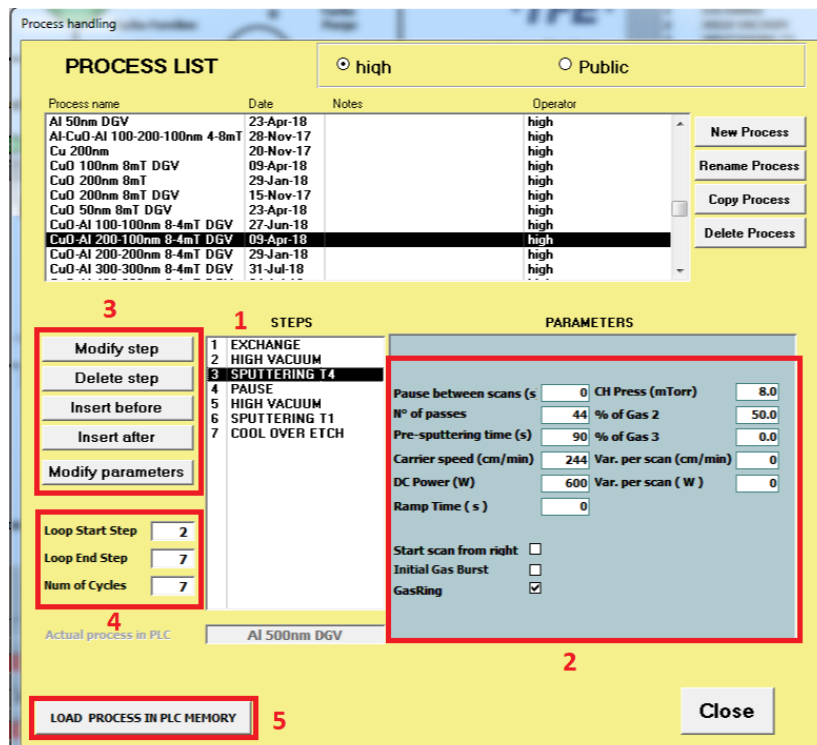
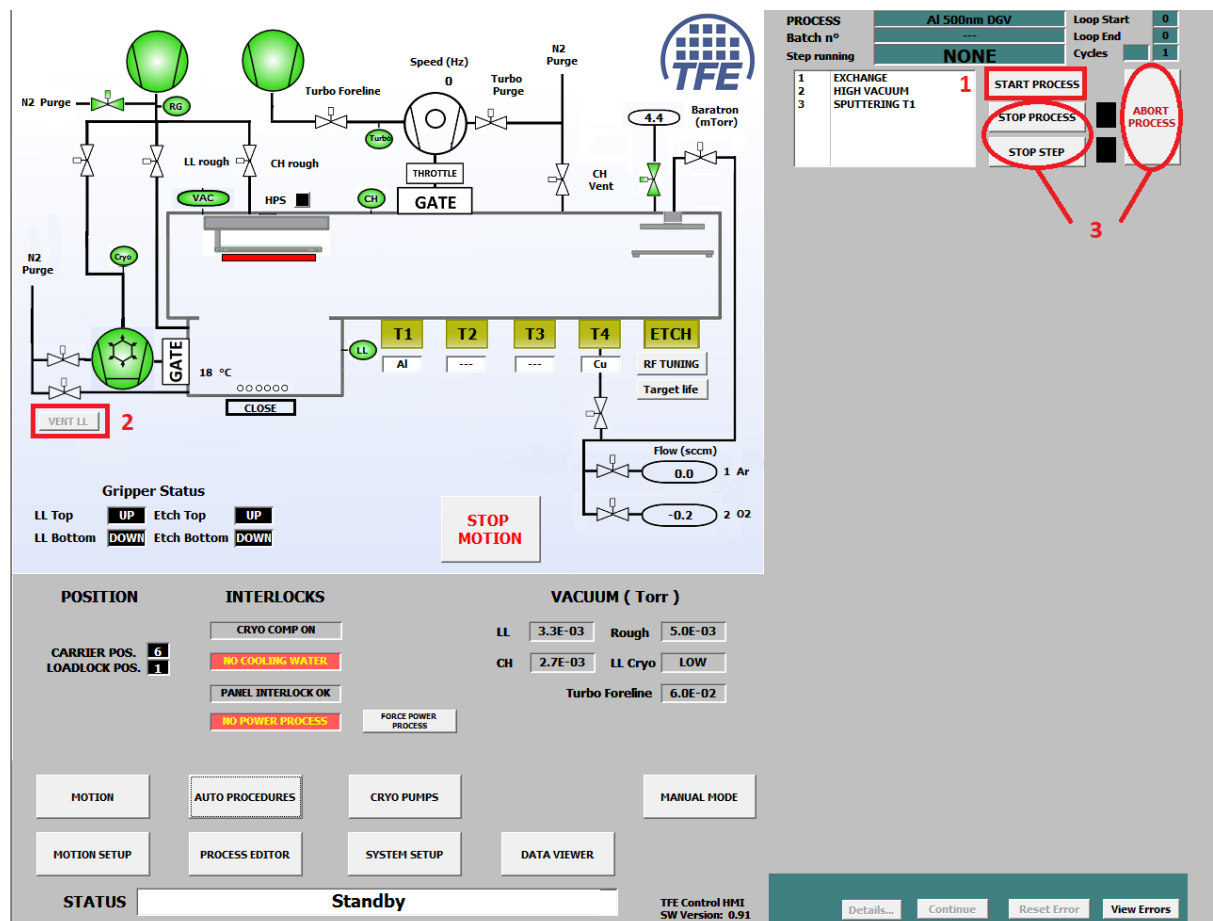

Figure 5 : Modification de recette
Figure 6 : Synoptique
- A cet instant, il y a possibilité de modifier la recette (figure 5).
- Pour cela, cliquer sur l'étape de la recette (1). Le cadre PARAMETERS (2) s'ouvre et affiche les paramètres de l'étape sélectionnée.
- Réaliser la modification souhaitée (3) soit :
- Pour cela, renseigner (4) le numéro de l'étape initiale de la boucle ainsi que le numéro de la dernière
- Cliquer sur LOAD PROCESS IN PLC MEMORY (5) pour charger la recette
- Pour démarrer la recette (figure 6), cliquer sur START PROCESS (1).